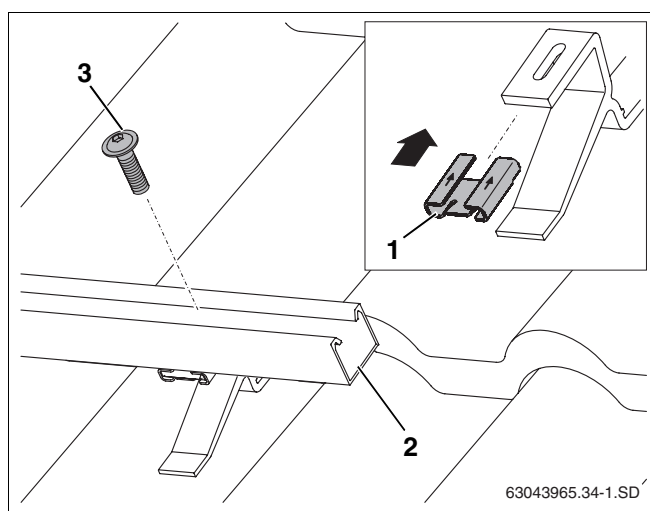

Fig. 32 Fixar os perfis ao gancho de fixação para telhados
- ▶ Deslocar a porca móvel (fig. 32, **item 1**) no sentido da seta sobre o gancho para telhados.
- ▶ Colocar os perfis inferiores (fig. 32, **item 2**) nos ganchos para telhados e apertar ligeiramente o parafuso M8 (fig. 32, **item 3**) para que os perfis ainda possam ser alinhados.